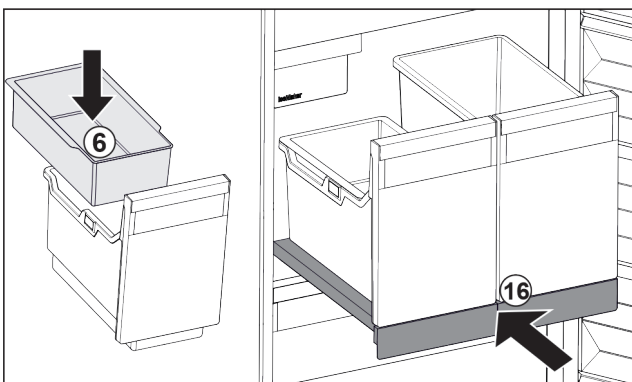

Fig. 87
- ▶ Einhängeschale Fig. 87 (6) für Eiswürfel einsetzen.
- ▶ Auszugsbord mit Behälter (IceTower) einschieben. Fig. 87 (16)